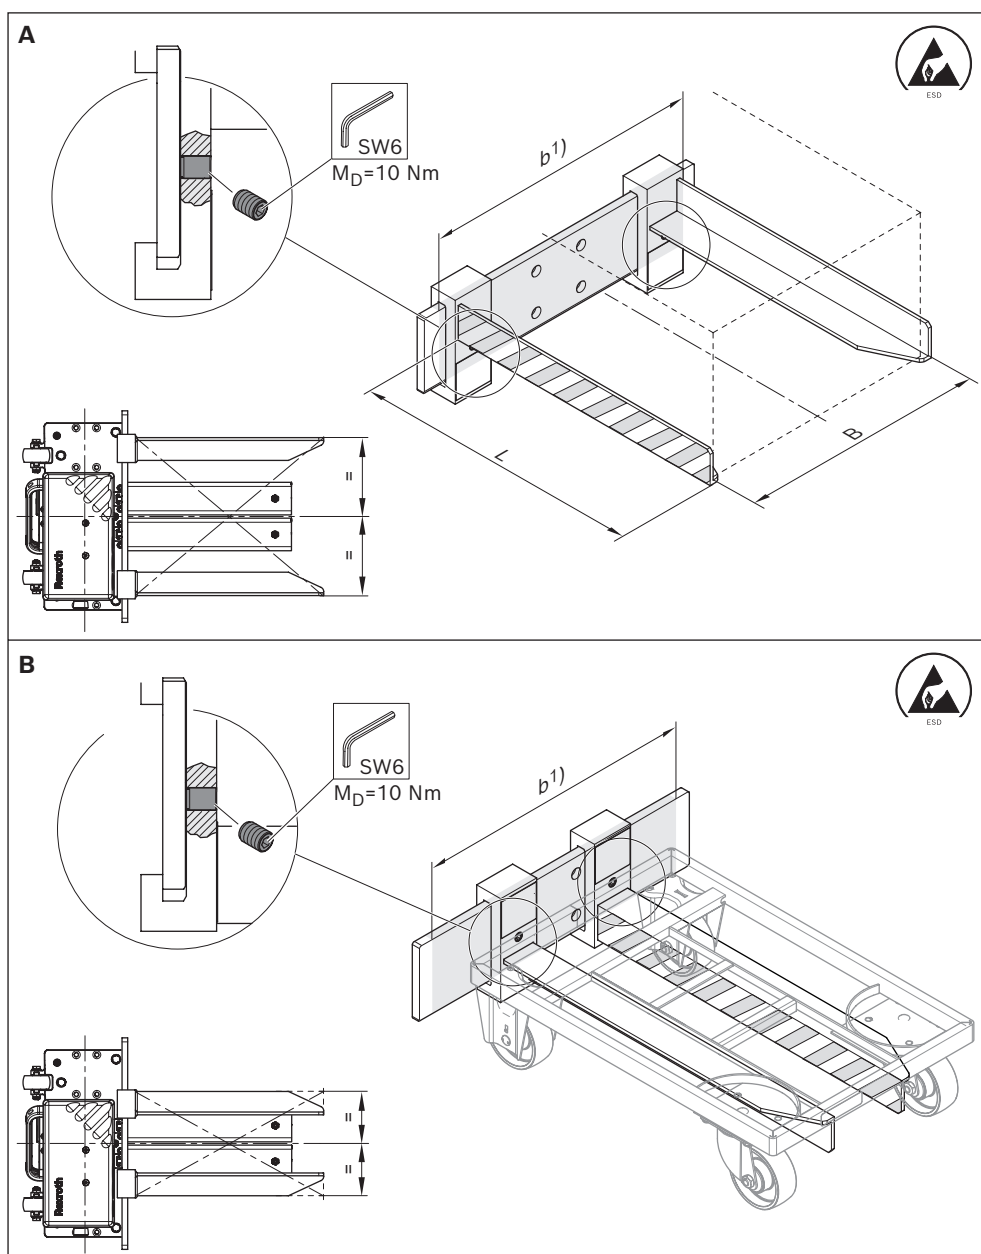

Fig. 26: Regolazione delle forcelle
2. Regolare le forcelle montate alla larghezza della cassa o del supporto a ruote (vedere Fig. 26).
- ▶ Prima di ogni messa in funzione, verificare il fissaggio e la posizione corretta degli accessori di sollevamento montati (vedere Fig. 26).